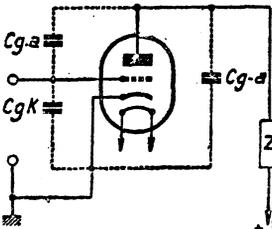

Fig. 1. — Capacités internes d'une triode.
a) *Cas d'un tube triode* : La figure 1 indique les capacités interélectrodes d'une triode. Ce sont : la capacité grille-cathode, la capacité anode-cathode et la capacité grille-anode.